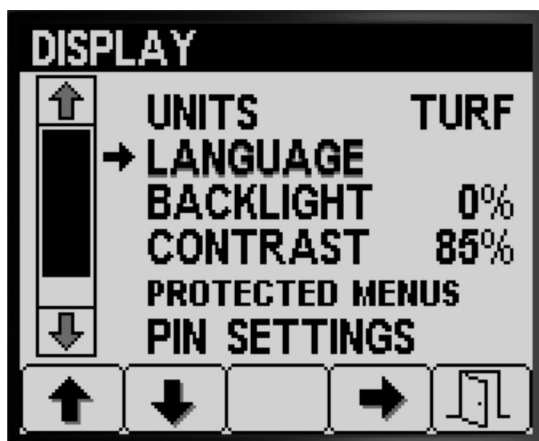

Figura 18
1. Prima os botões 1 ou 2 para navegar para a opção IDIOMA (Figura 18).
2. Prima o botão 4 para selecionar a entrada IDIOMA (Figura 18).